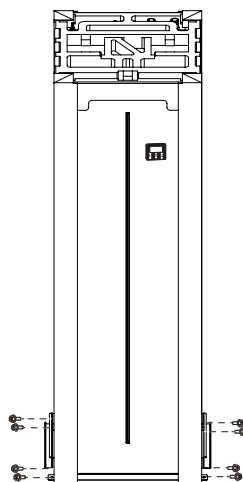

Fig.2-5
- Retire los 8 tornillos de la chapa metálica y retire la chapa metálica (consulte la Fig. 2-5).